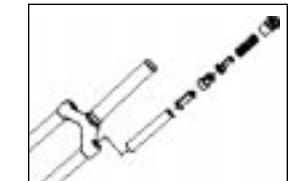

Fig. 2
2. Rimuovere il gruppo molle (tappo superiore, molla elicoidale, regolatore di rigidità, distanziale in uretano, distanziale in MCU ed elastomero). (Vedere Fig. 2)